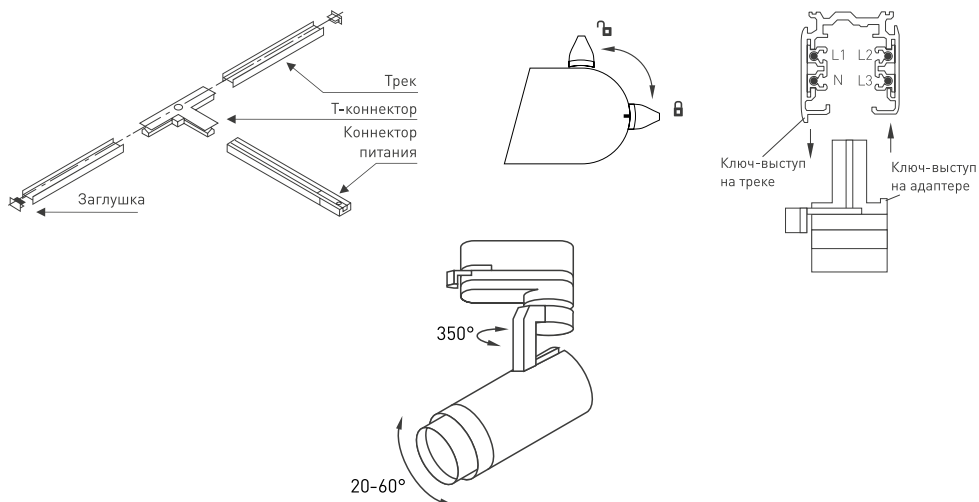

Рис. 2. Установка светильника в трек
- 3.6. Вставьте светильник в трек, для чего ориентируйте ключи-выступы на адаптере и на треке, как показано на рис. 2.